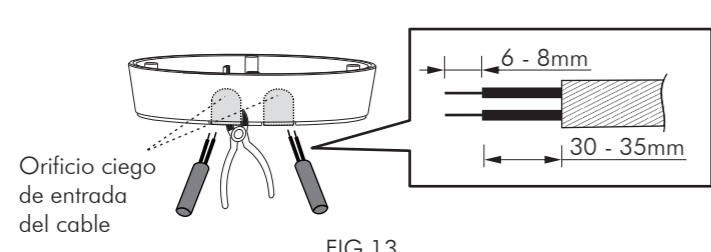

FIG.13
3.4.3.2 Para alimentar los cables de fuente de alimentación de CA a través del lado de la caja de conexiones, utilice los alicates de corte para romper los orificios ciegos de entrada de cable en el lado de la caja de conexiones, luego inserte los cables en la caja de conexiones, y alimente a través de ella. Pele los cables de 6 a 8 mm del revestimiento para el cableado (Ver FIG. 13).